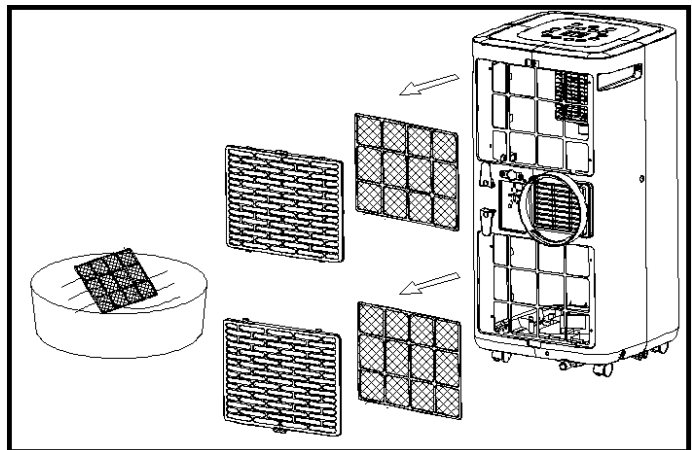

Fig.5
- Limpie el filtro del polvo cada dos semanas para que el volumen de aire no se reduzca. Limpie el filtro utilizando un producto de limpieza neutro y agua templada a unos 40 °C de temperatura. Aclare todos los restos del producto de limpieza y deje que el filtro se seque completamente al aire antes de volver a colocarlo en el aparato (Fig.5).